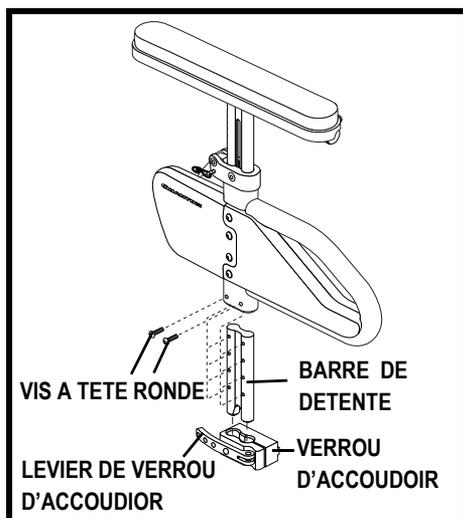

Figure 10. Réglage du bas (hauteur)
1. Retirez les deux vis bouton de la barre de détente. **Voir la figure 10.**